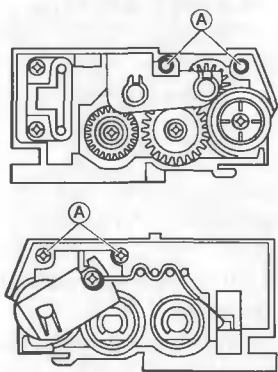

Рис. 1. Вид узла проявления с передней и задней стороны аппарата
2. Ослабьте четыре крепежных винта «А», фиксирующие положение пластины «D» (см. рис. 1).